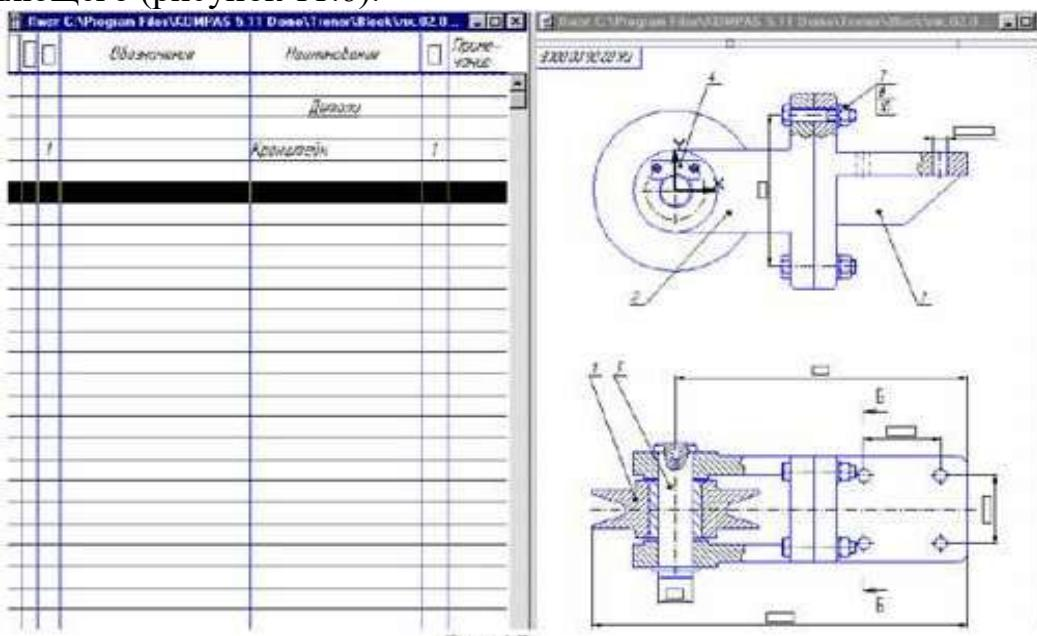

Рисунок 11.6 – Просмотр окон подчиненного режима и сборочного чертежа
8. Можно одновременно просматривать и окно подчиненного режима, и окно со сборочным чертежом. Для этого выполните команду **Окно – Мозаика – Все окна**. Сделайте текущим окно подчиненного режима и щелкните на кнопке **Масштаб по ширине листа** в **Строчке параметров**. Затем переключитесь в окно сборки и щелкните на кнопке **Показать все** на **Панели управления**. Измените масштаб сборки так, чтобы хорошо был виден главный вид Блока направляющего (рисунок 11.6).